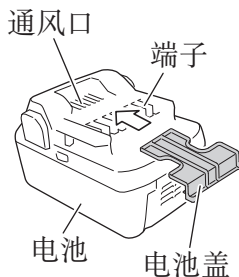

图2
- 或者将电池装在电动工具中，或者在牢固按入电池盖并挡住通风孔后再存放，以防止短路。（参照图2）